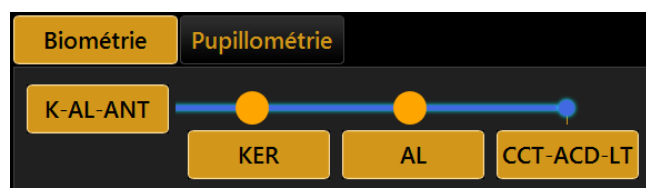

Figure 31
4. Ensuite, le système effectuera automatiquement aussi l'acquisition de longueur axiale (la progression des étapes d'acquisition est illustrée à la Figure 31, comme décrit au paragraphe 11.5).